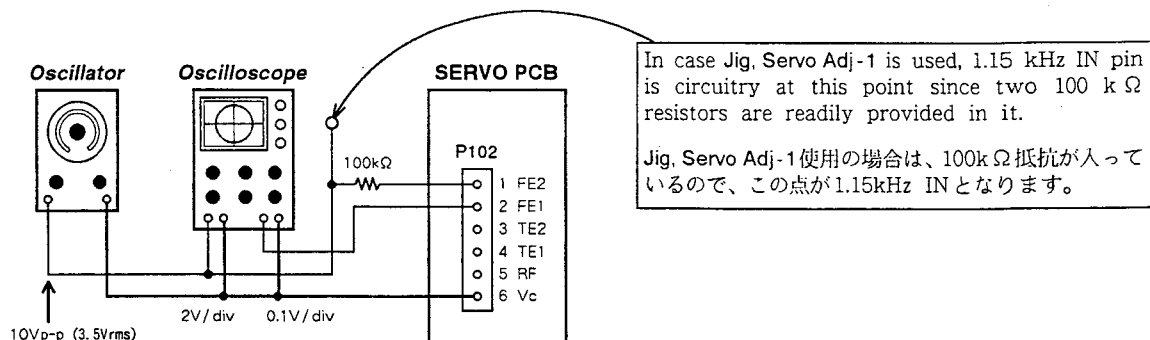

Fig. 6-7
1. Input a 1.15 kHz/10 Vp-p (3.5 Vrms) signal via 100 k Ω resistor to FE2 from the external oscillator. (Fig. 6-7)
5. Repeat items 6-8-1 and step 6-8-2 again to ascertain correct adjusting.
1. 外部 OSC より 100k Ω の抵抗を介して 1.15kHz/10Vp-p (3.5Vrms) の信号を FE2 に入力する。(図 6-7)
(Fig. 6-7)
1. 外部 OSC より 100k Ω の抵抗を介して 1.15kHz / 10Vp-p (3.5Vrms) の信号を FE2 に入力する。(図6-7)